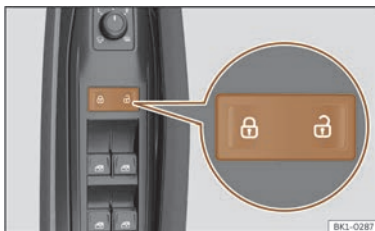

Abb. 75 An der Fahrertür:
- Verriegeln: Drücken Sie die Taste >>> (Abb. 75).
- Entriegeln: Drücken Sie die Taste >>> (Abb. 75).